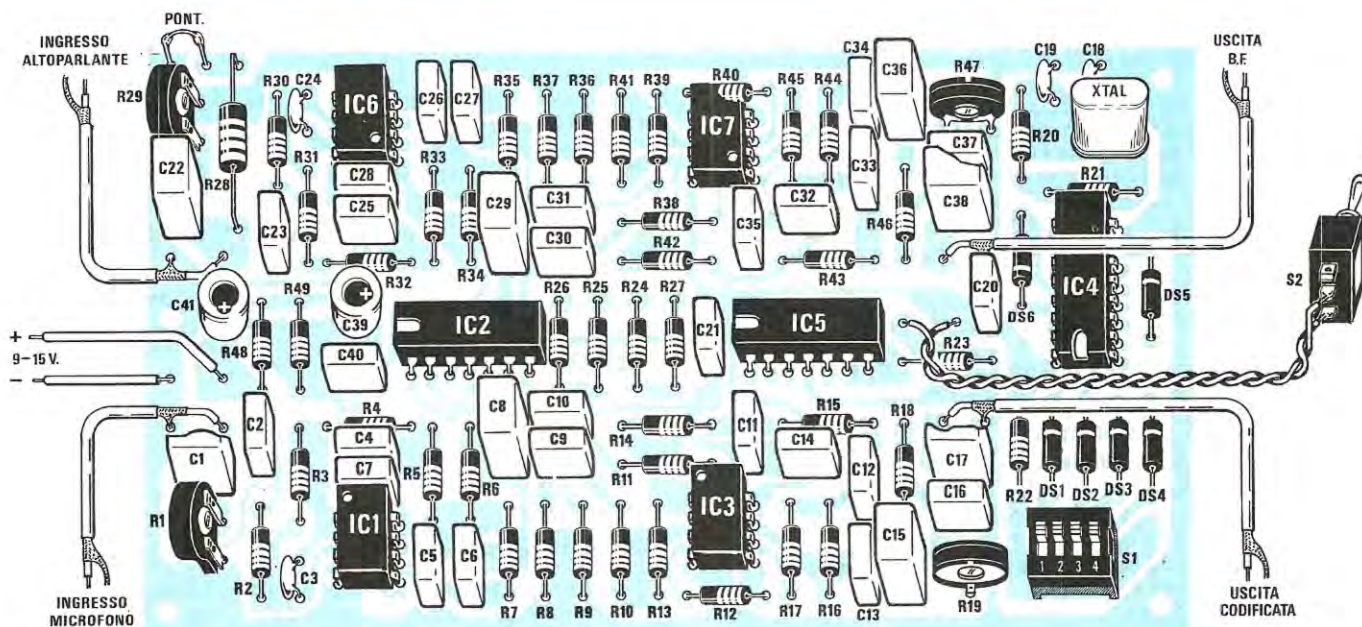

Fig. 4 Schema pratico di montaggio del codificatore e decodificatore scrambler. Si noti in basso a destra il dip-switch per generare la frequenza di codifica.
contorna il corpo, sia rivolta come è chiaramente indicato nello schema pratico di fig. 4.
Ora, inserite negli zoccoli i relativi integrati controllando che l'asola o la tacca di riferimento sia rivolta come riportato nel disegno pratico di fig. 4.
- 2) Anzichè prelevare il segnale dall'altoparlante, potrete prelevare il segnale dal terminale estremo del potenziometro del volume (vedi fig. 4) e sul terminale rimasto libero collegate l'uscita dello scrambler.
Tutto il materiale necessario per la realizzazione dello scrambler, cioè circuito stampato LX.637 e i componenti visibili in fig. 4 L. 51.000